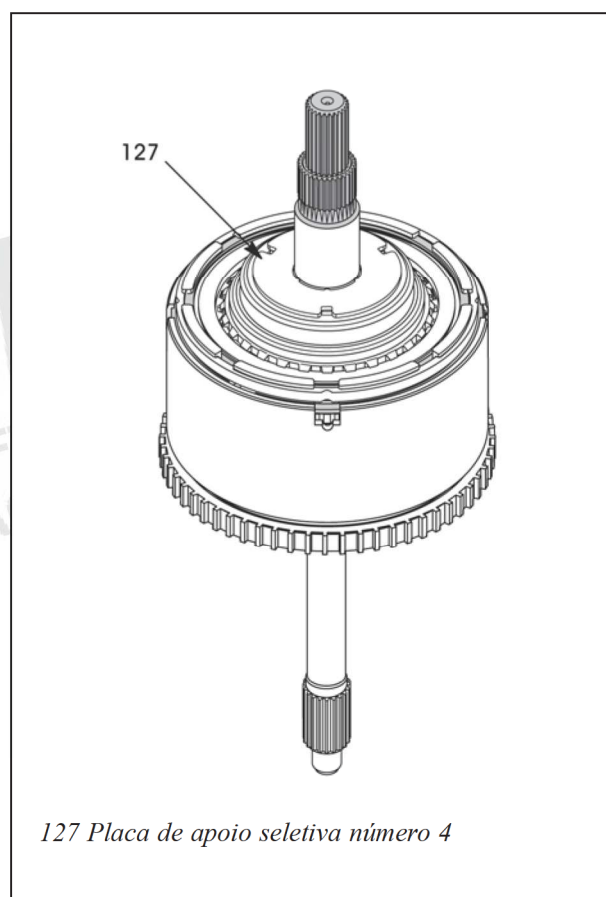

Figura 256
53. Certifique-se que a placa seletiva de apoio número 4 esteja fixada no conjunto finalizado da carcaça de entrada, conforme mostra a figura 256.